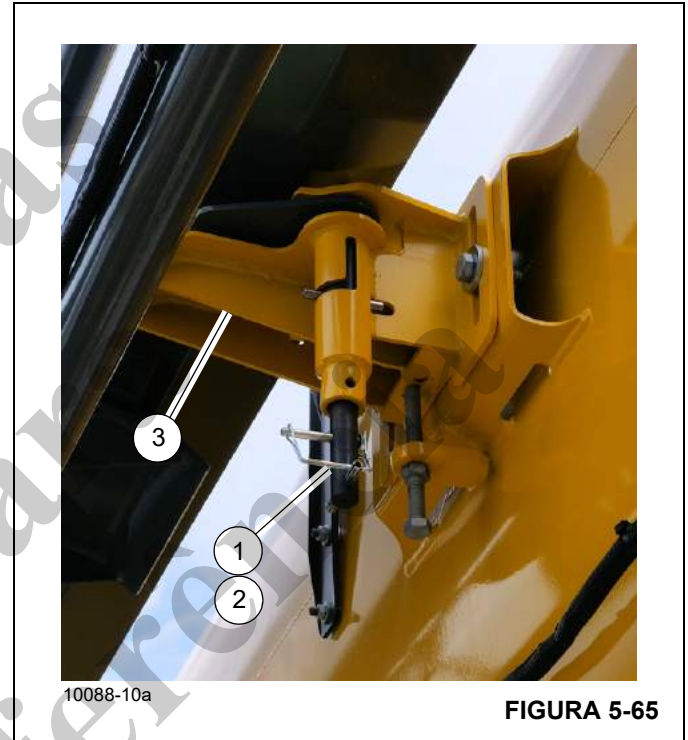

FIGURA 5-65
- a. Remova o grampo de retenção (1, Figura 5-65) e o pino (2) do suporte de retração da seção volante (3).
- b. Gire o pino (2) no sentido horário, permitindo que o pino de ação da mola trave na seção volante.
- c. Reinstale o grampo de retenção (1) no pino (2).